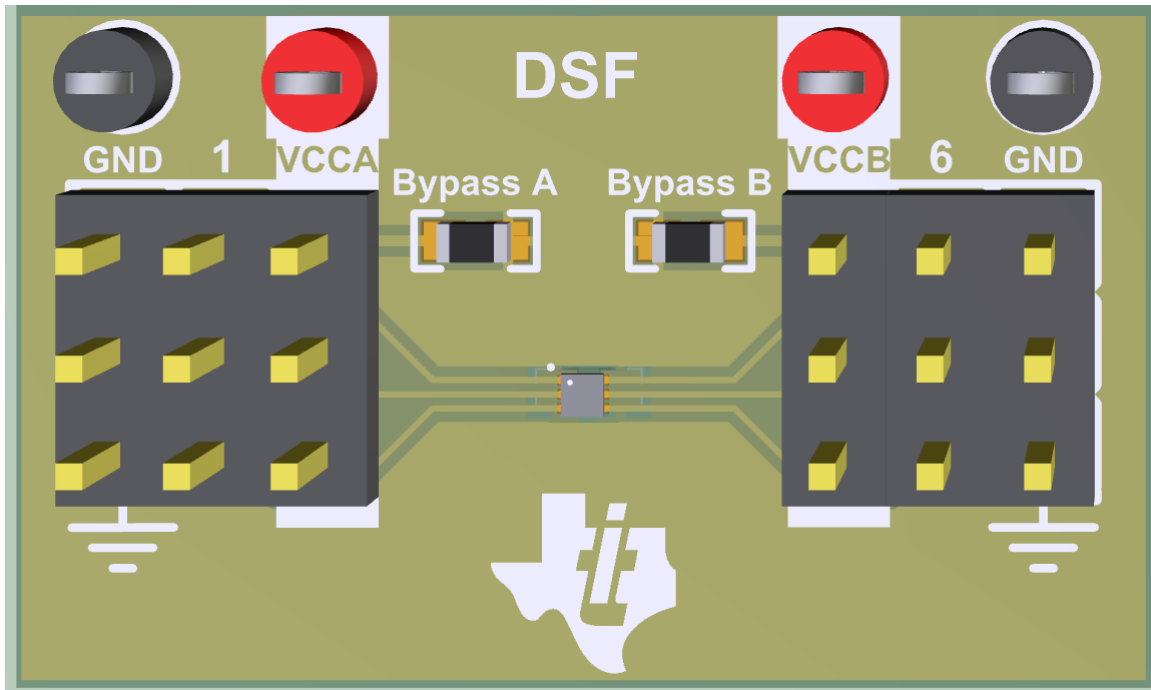

图 2-4. 完全填充的部分
- 连接器件引脚。该套件包括十二个 4 引脚接头和四个电源测试点。可以切割这些接头以适应 5 引脚和 6 引脚封装。图 2-4 展示了一个相关示例，其中为电源添加了旁路电容器。注意：DPW 部分的中间焊盘接地，以适应 DPW 器件的引脚 3 GND。